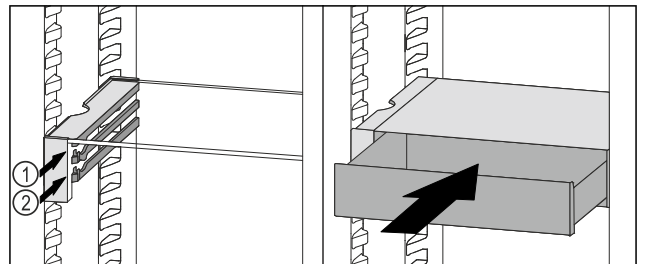

Fig. 101
- ▶ Posizionare il cassetto VarioSafe dietro i tappi sulla nervatura desiderata Fig. 101 (1) o Fig. 101 (2).